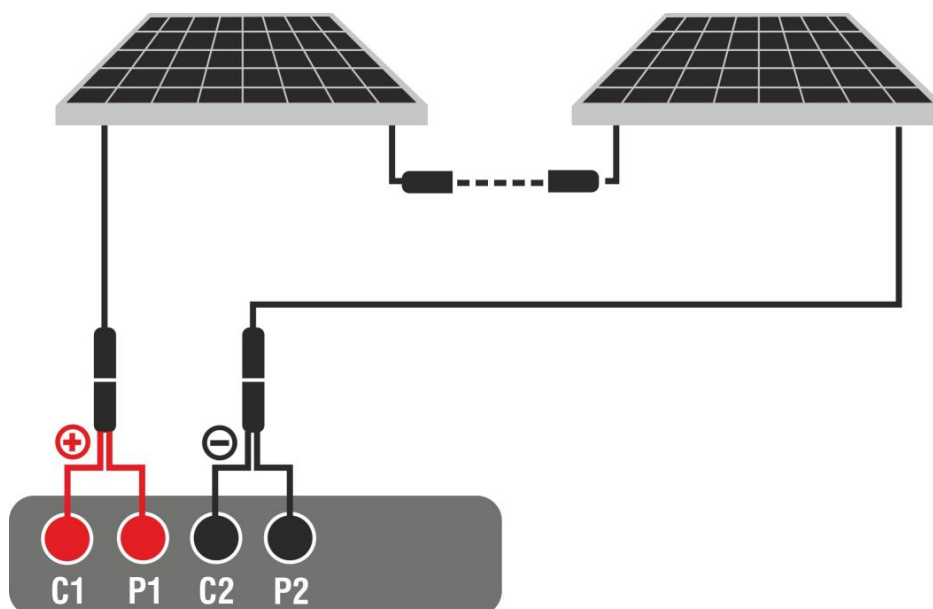

Fig. 46: Connexion pour test IVCK sans unité à distance
3. Connectez l'instrument au module/chaîne de test comme indiqué dans la Fig. 46. En particulier, connecter le pôle négatif sortant du module/chaîne aux bornes **P2, C2** et le pôle positif sortant du module/chaîne aux bornes **P1, C1**